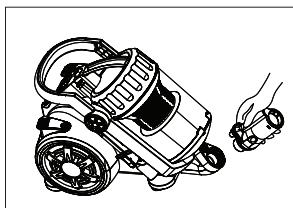

Figure 3/1
- Installez le tuyau flexible (Figure 3/1) à l'entrée d'air sur le corps de l'aspirateur. Assurez-vous que les parties coulissantes du tuyau soient bien alignées. Enclenchez le tuyau sur l'appareil jusqu'à entendre un « clic ».